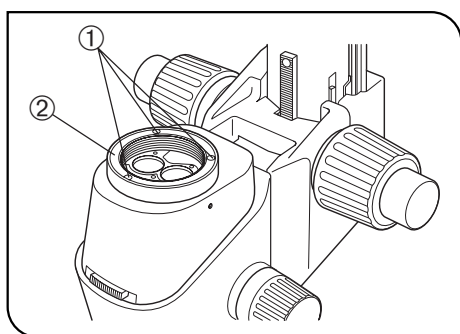

Abb. 27
(Abb. 27 bis 29)
3. Das Objektiv vom Zoom-Mikroskopstativ entfernen. Anschließend die Objektivaufnahme ② entfernen, dazu die drei Feststellschrauben ① mit dem mitgelieferten Sechskant-Schraubendreher (für M3-Schrauben) lösen. (Abb. 27)